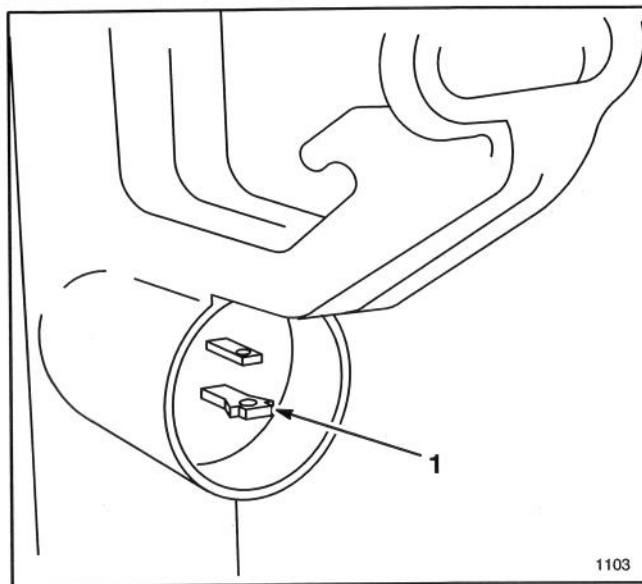

Figure 11
1. Le taille-bordures a une prise polarisée. Ce qui signifie qu'une pointe dans la cavité de la poignée est plus large que l'autre (Fig. 11). Lors de l'insertion de la prise d'un cordon prolongateur approprié dans la cavité de la poignée, s'assurer d'insérer la pointe la plus large dans la fente correspondante de la prise du cordon prolongateur.